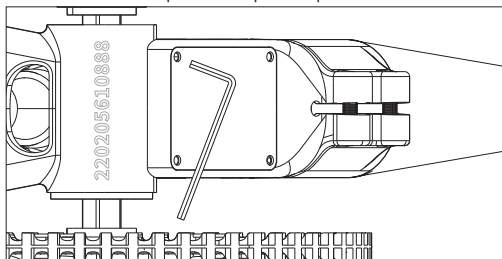

Figura 7-1
- a. Desaperte os quatro parafusos da tampa junto ao suporte inferior no sentido contrário ao dos ponteiros do relógio com uma chave Allen de 3 mm e, em seguida, retire os parafusos e a tampa, conforme ilustrado na **Figura 7-1**.